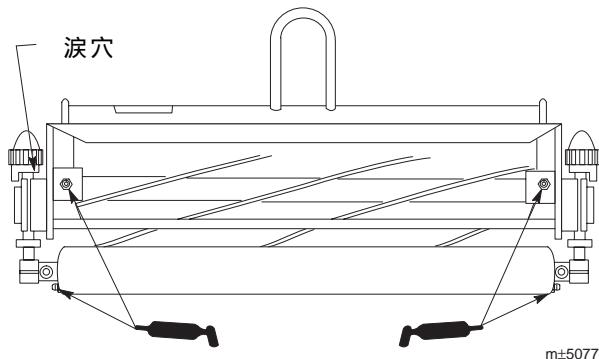

図8
カッティングユニットのグリスポイントは全部で6ヵ所です（図8、図9）。No.2リチウム系汎用グリスを使用します。カッティングユニットを水洗いした後は直ちにグリスアップを行ってください。これによりベアリングをサビから保護し寿命を延ばすことができます。
2. リール・ベアリング（図8）にグリスを注入する。
3. 前後のローラ・ベアリング（図8、図9）にグリスを注入する。シール・リップからグリスが見えてくれば適量である。